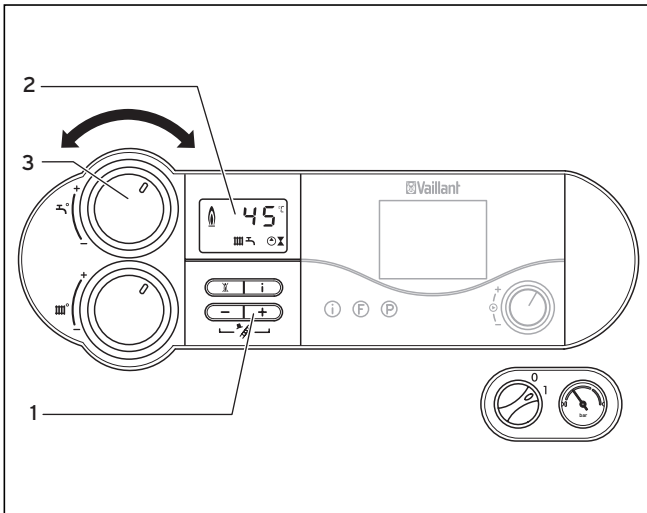

Abb. 4.6 Einstellung der Speichertemperatur
Bei Unterschreiten der eingestellten Speichertemperatur geht das Gerät selbsttätig in Betrieb und heizt den Speicher nach. Während der Speicherladung blinkt im Display (2) die Anzeige **C**, siehe Abbildung 4.6.
- Drehen Sie hierzu den Drehknopf (3) zur Einstellung der Warmwassertemperatur auf Linksanschlag, siehe Abbildung 4.6. Die Solarfunktion wird deaktiviert, es bleibt eine Frostschutzfunktion für den Speicher aktiv. Im Display (2) wird für ca. fünf Sekunden eine Speichertemperatur von 15 °C angezeigt.